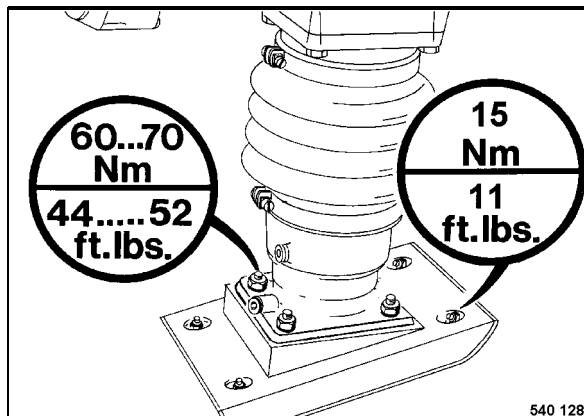

Fig. 37
- Reapretar los tornillos (Fig. 37).